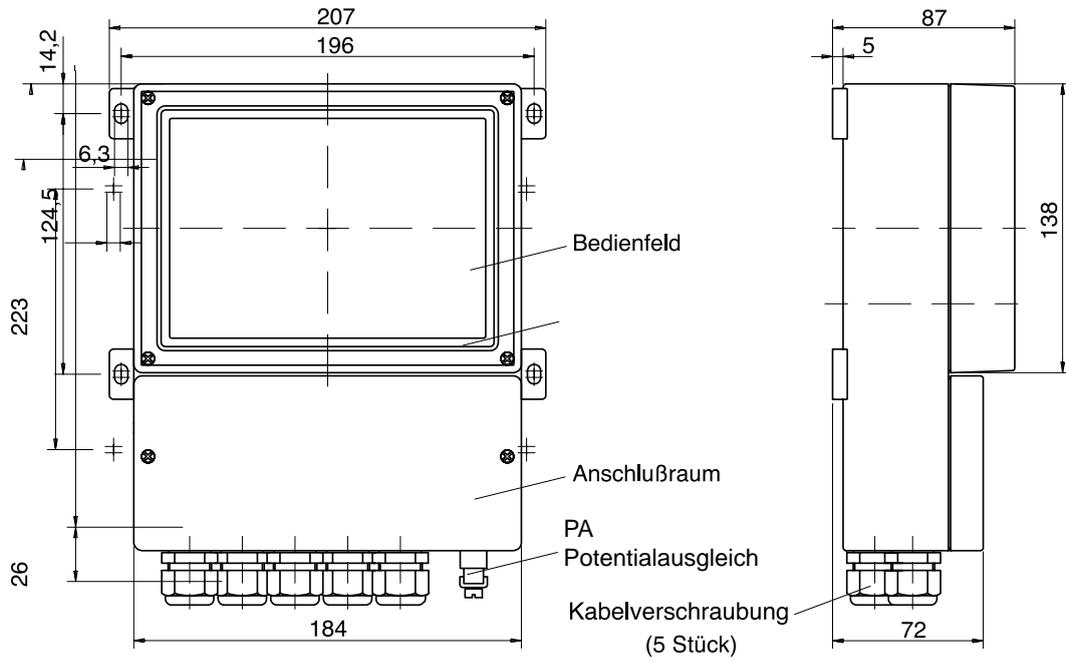

Abb. 1-1 Maßzeichnung Transmitter 7220X
- Das wetterfeste Gehäuse gestattet die direkte Wandmontage, Maßzeichnung s. Abb. 1-1.